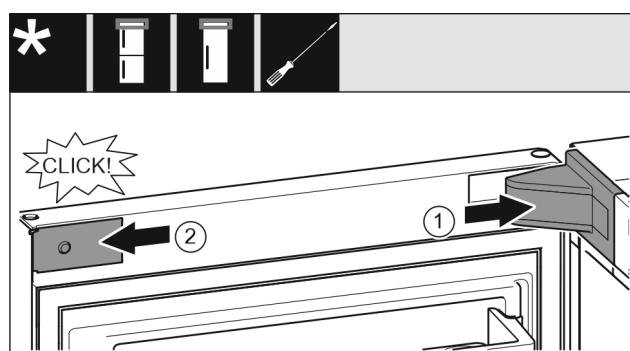

Fig. 23
- Namestite pokrov in ga zataknite, po potrebi ga previdno potisnite narazen. Fig. 23 (1)
- Ob strani namestite zaslonko in jo zataknite. Fig. 23 (2)